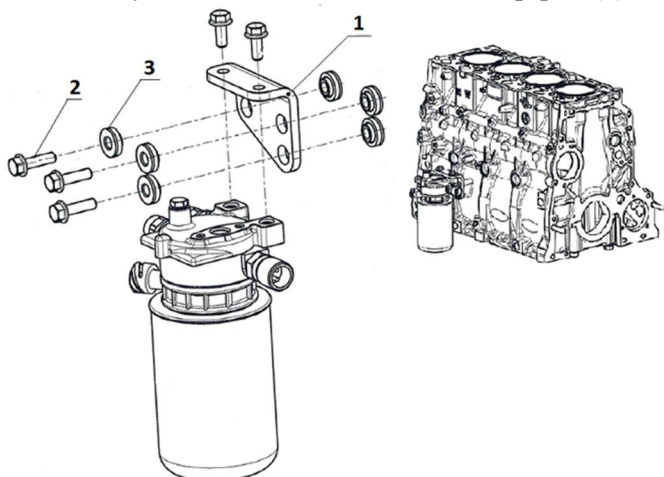

Рис. 7
- Снять кронштейн топливного фильтра (1) рис.7, отвернув 3 болта (2) М8-6g30-10.9 его крепления к блоку, ключом S13 извлечь 6 демпферов (3) из отверстий кронштейна.